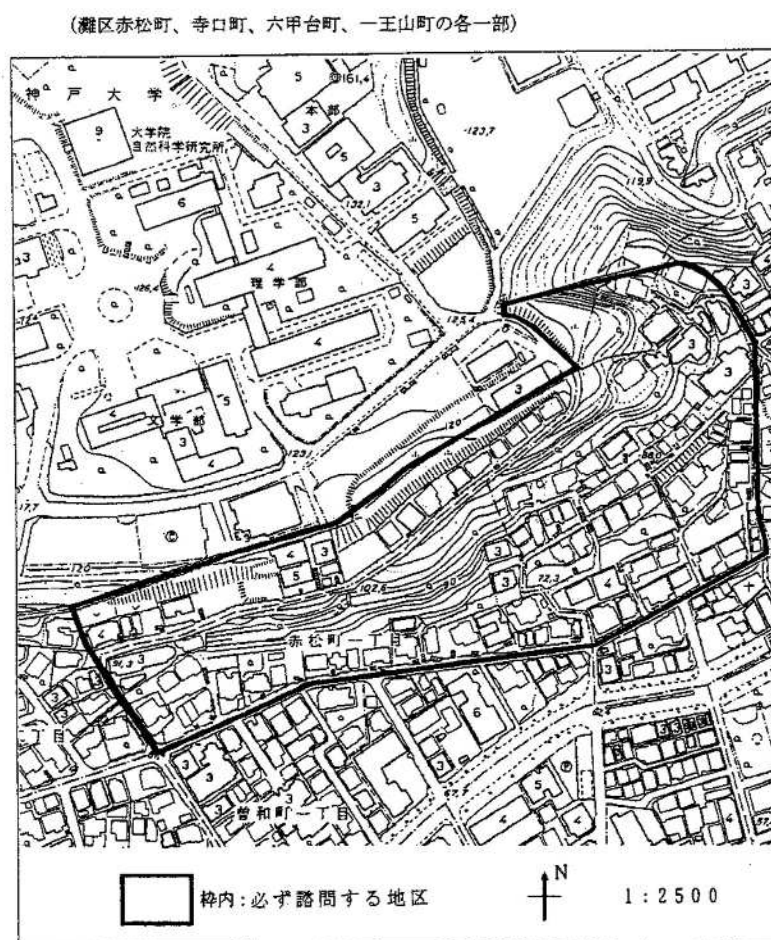

図 2-3 必ず諮問する地区図
- ① 土砂災害特別警戒区域、地すべり防止区域及び急傾斜地崩壊危険区域に指定されている土地又は地すべり等の恐れのある区域で行う宅地造成工事等で高度な技術的判断が必要なもの
- ② 大規模な開発又は宅地造成工事で、高度な技術的判断が必要なもの
- ③ 施工中のトラブル等で高度な技術的判断が必要なもの
- ④ 大規模盛土もしくは高盛土（盛土高 30m 以上）を行うもの
- ⑤ 溪流等（p 7-4 参照）において高さ 15 メートルを超える盛土を行う場合
- ⑥ 「図 2-3 必ず諮問する地区図」に示す灘区赤松町、寺口町、六甲台町及び一王山町の各一部で、宅地造成工事や開発行為を行う場合
- ⑦ その他本市が必要と認めるもの